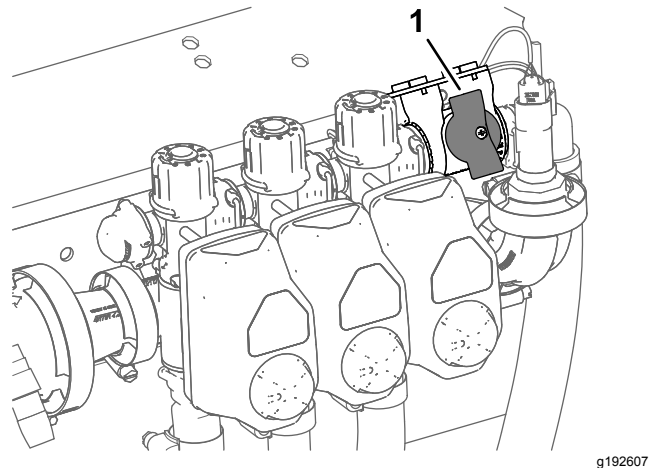

图 40
4. 对于以喷洒率模式操作的机器应确保喷洒臂段旁通切断阀旋钮处于已关闭位置 图 40。
5. 对于以喷洒率模式操作的机器应确保喷洒臂段旁通切断阀已关闭 图 40。